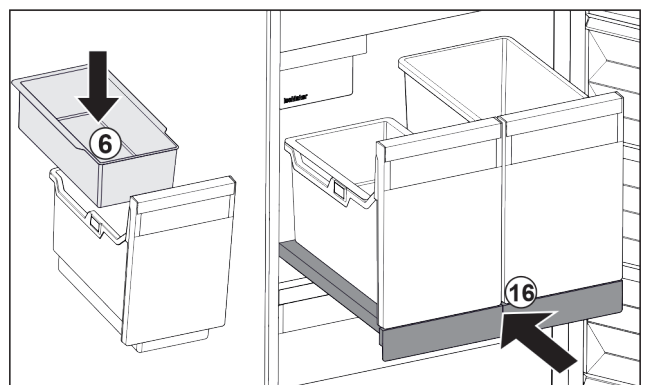

Fig. 40
- ▶ Вставити підвісний лоток Fig. 40 (6) для кубиків льоду.
- ▶ Вставити витяжну панель з резервуаром (IceTower). Fig. 40 (16)